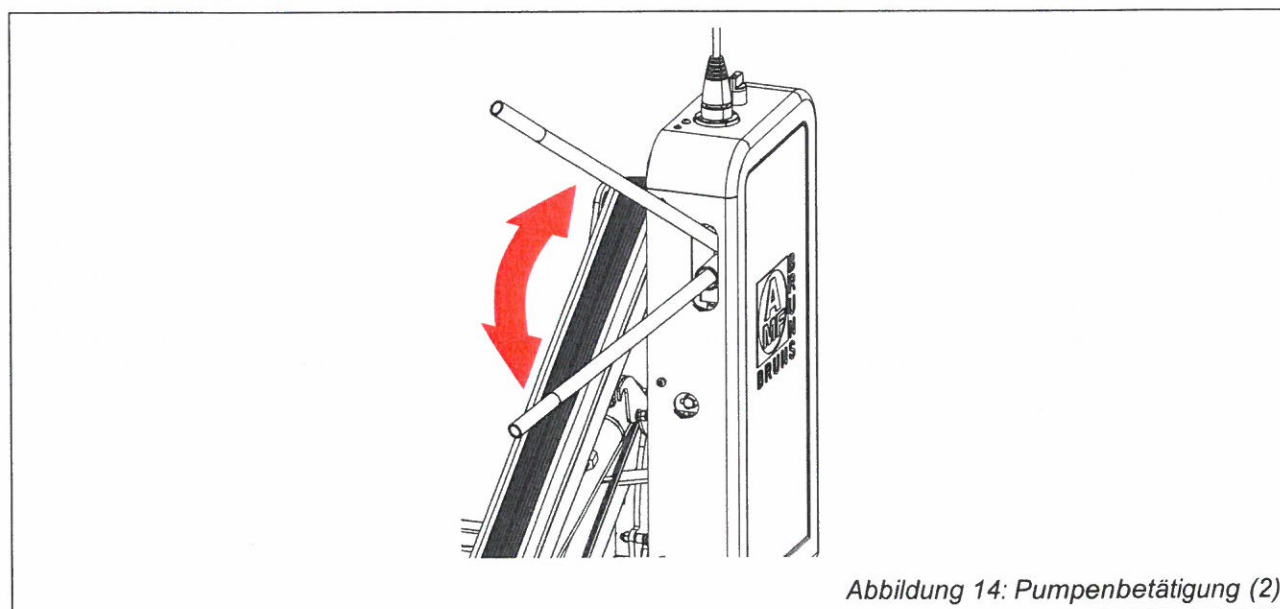

Abbildung 14: Pumpenbetätigung (2)
- ⇒ Pumpen Sie durch Auf- und Abbewegen des Hebels, bis die Plattform in die gewünschte Position angehoben ist (siehe Abbildung 14).